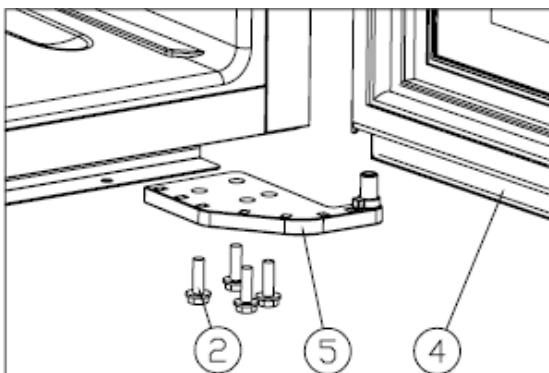

Рисунок 2
Открутите винты M5\*16 (2), демонтируйте правую нижнюю петлю (5). [Рисунок 2]